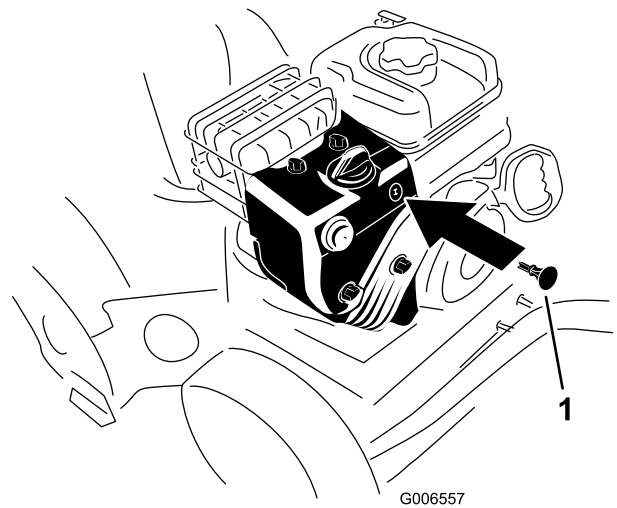

Figure 26
3. Insérez la clé de contact dans le commutateur d'allumage (Figure 26).